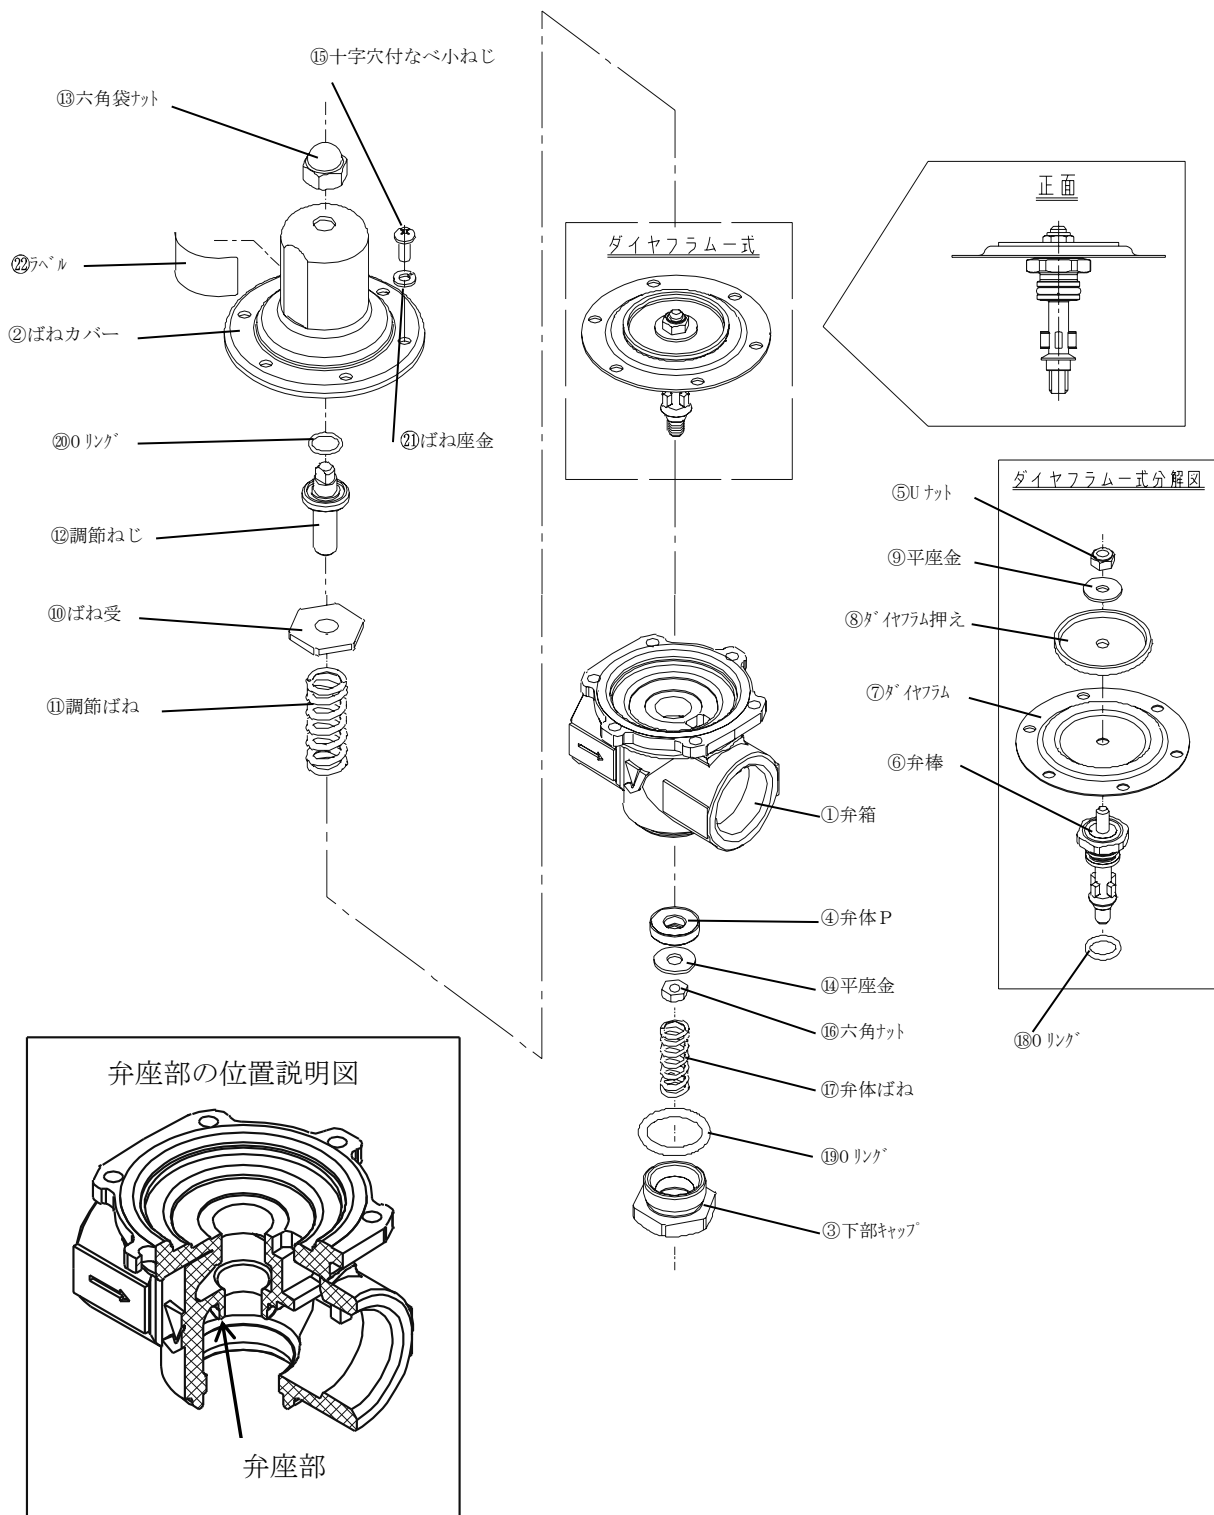

図 9.GD-41 型分解図
消耗部品は使用頻度、使用条件などにより耐用年数は異なりますが、交換時期の目安は以下の通りです(表中の部品番号は『7.2 項 図 9.GD-41 型分解図』中の番号を示します)。
7.2 故障と対策(図 9.を参照してください)
(弁座部については 7.2 項 図 9.GD-41 型分解図を参照してください。)